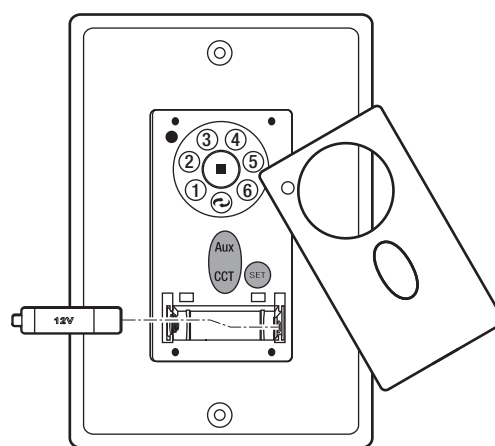

Figure 17
Retirez le panneau de l'émetteur, puis installez une batterie 23A/12V (incluse). Pour éviter d'endommager l'émetteur, retirez la batterie si elle n'est pas utilisée pendant de longues périodes. (Fig. 17)
3. Dans les 30 secondes suivant la mise sous tension, appuyez et relâchez le bouton "SET" pendant cinq secondes pour accéder à la fonction d'apprentissage. Le voyant vers le bas de votre ventilateur, le cas échéant, clignotera deux fois et le ventilateur commencera automatiquement à fonctionner et commencera à tourner dans le sens inverse des aiguilles d'une montre et au régime le plus élevé pendant 1 minute. Lorsque la rotation dans le sens inverse des aiguilles d'une montre est terminée, le ventilateur s'inversera automatiquement dans le sens des aiguilles d'une montre au régime le plus élevé pendant 1 minute. Le ventilateur s'éteindra une fois le test d'auto-étalonnage terminé. Le test total d'auto-étalonnage durera environ 2 minutes. (Fig. 17)